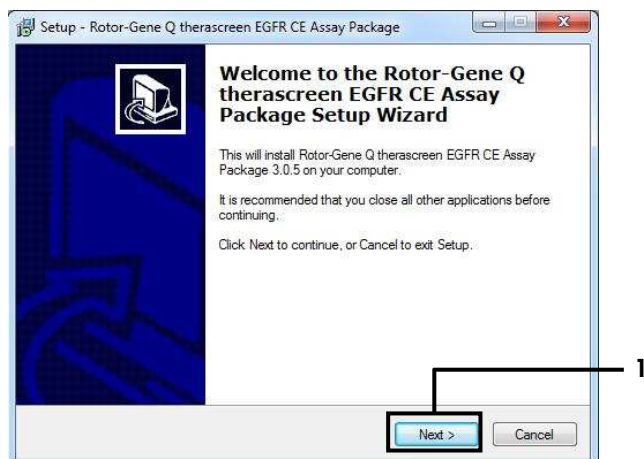

Figure 41. Boîte de dialogue de l'assistant d'installation (1 = « Next »).
4. L'assistant d'installation du logiciel *therascreen* EGFR CE Assay Package s'ouvre. Cliquer sur « Next » (suivant) pour continuer (figure 41).